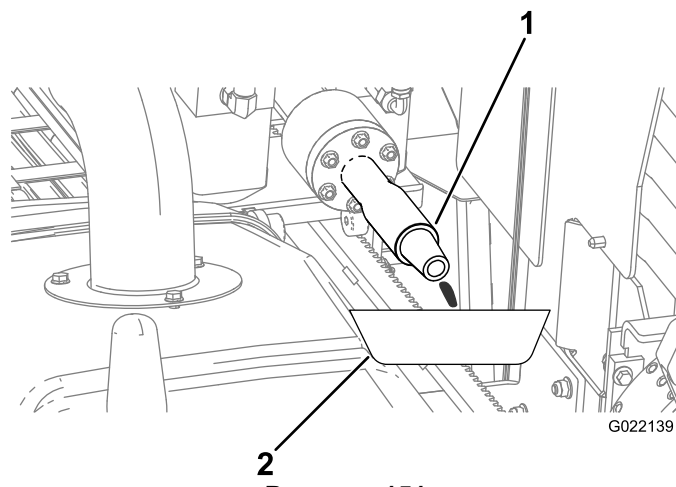

Рисунок 151
- B. Подставьте сливной поддон под буровой шпиндель для сбора утечки антифриза (Рисунок 151).
- Д. Когда антифриз будет выходить из бурового шпинделя (Рисунок 151), выключите насос.